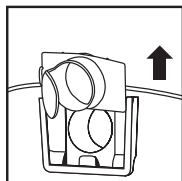

FIGURE 12
22. Retirez le déflecteur d'admission du guide de déflecteur. **NOTE** : Le tuyau doit être enlevé avant le retrait du déflecteur d'admission. **FIGURE 12.**